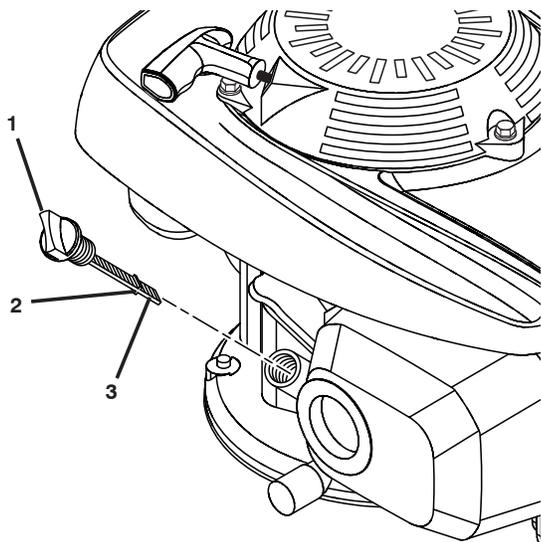

Figure 24
6. Attendez une minute pour permettre que l'huile se rassoiée. Pour lire le niveau approprié, insérez la jauge d'huile à l'intérieur du tube et reposez le bouchon de remplissage d'huile sur le tube. N'enfilez pas le bouchon sur le tube. Enlevez la jauge et lisez le niveau d'huile (Figure 24).